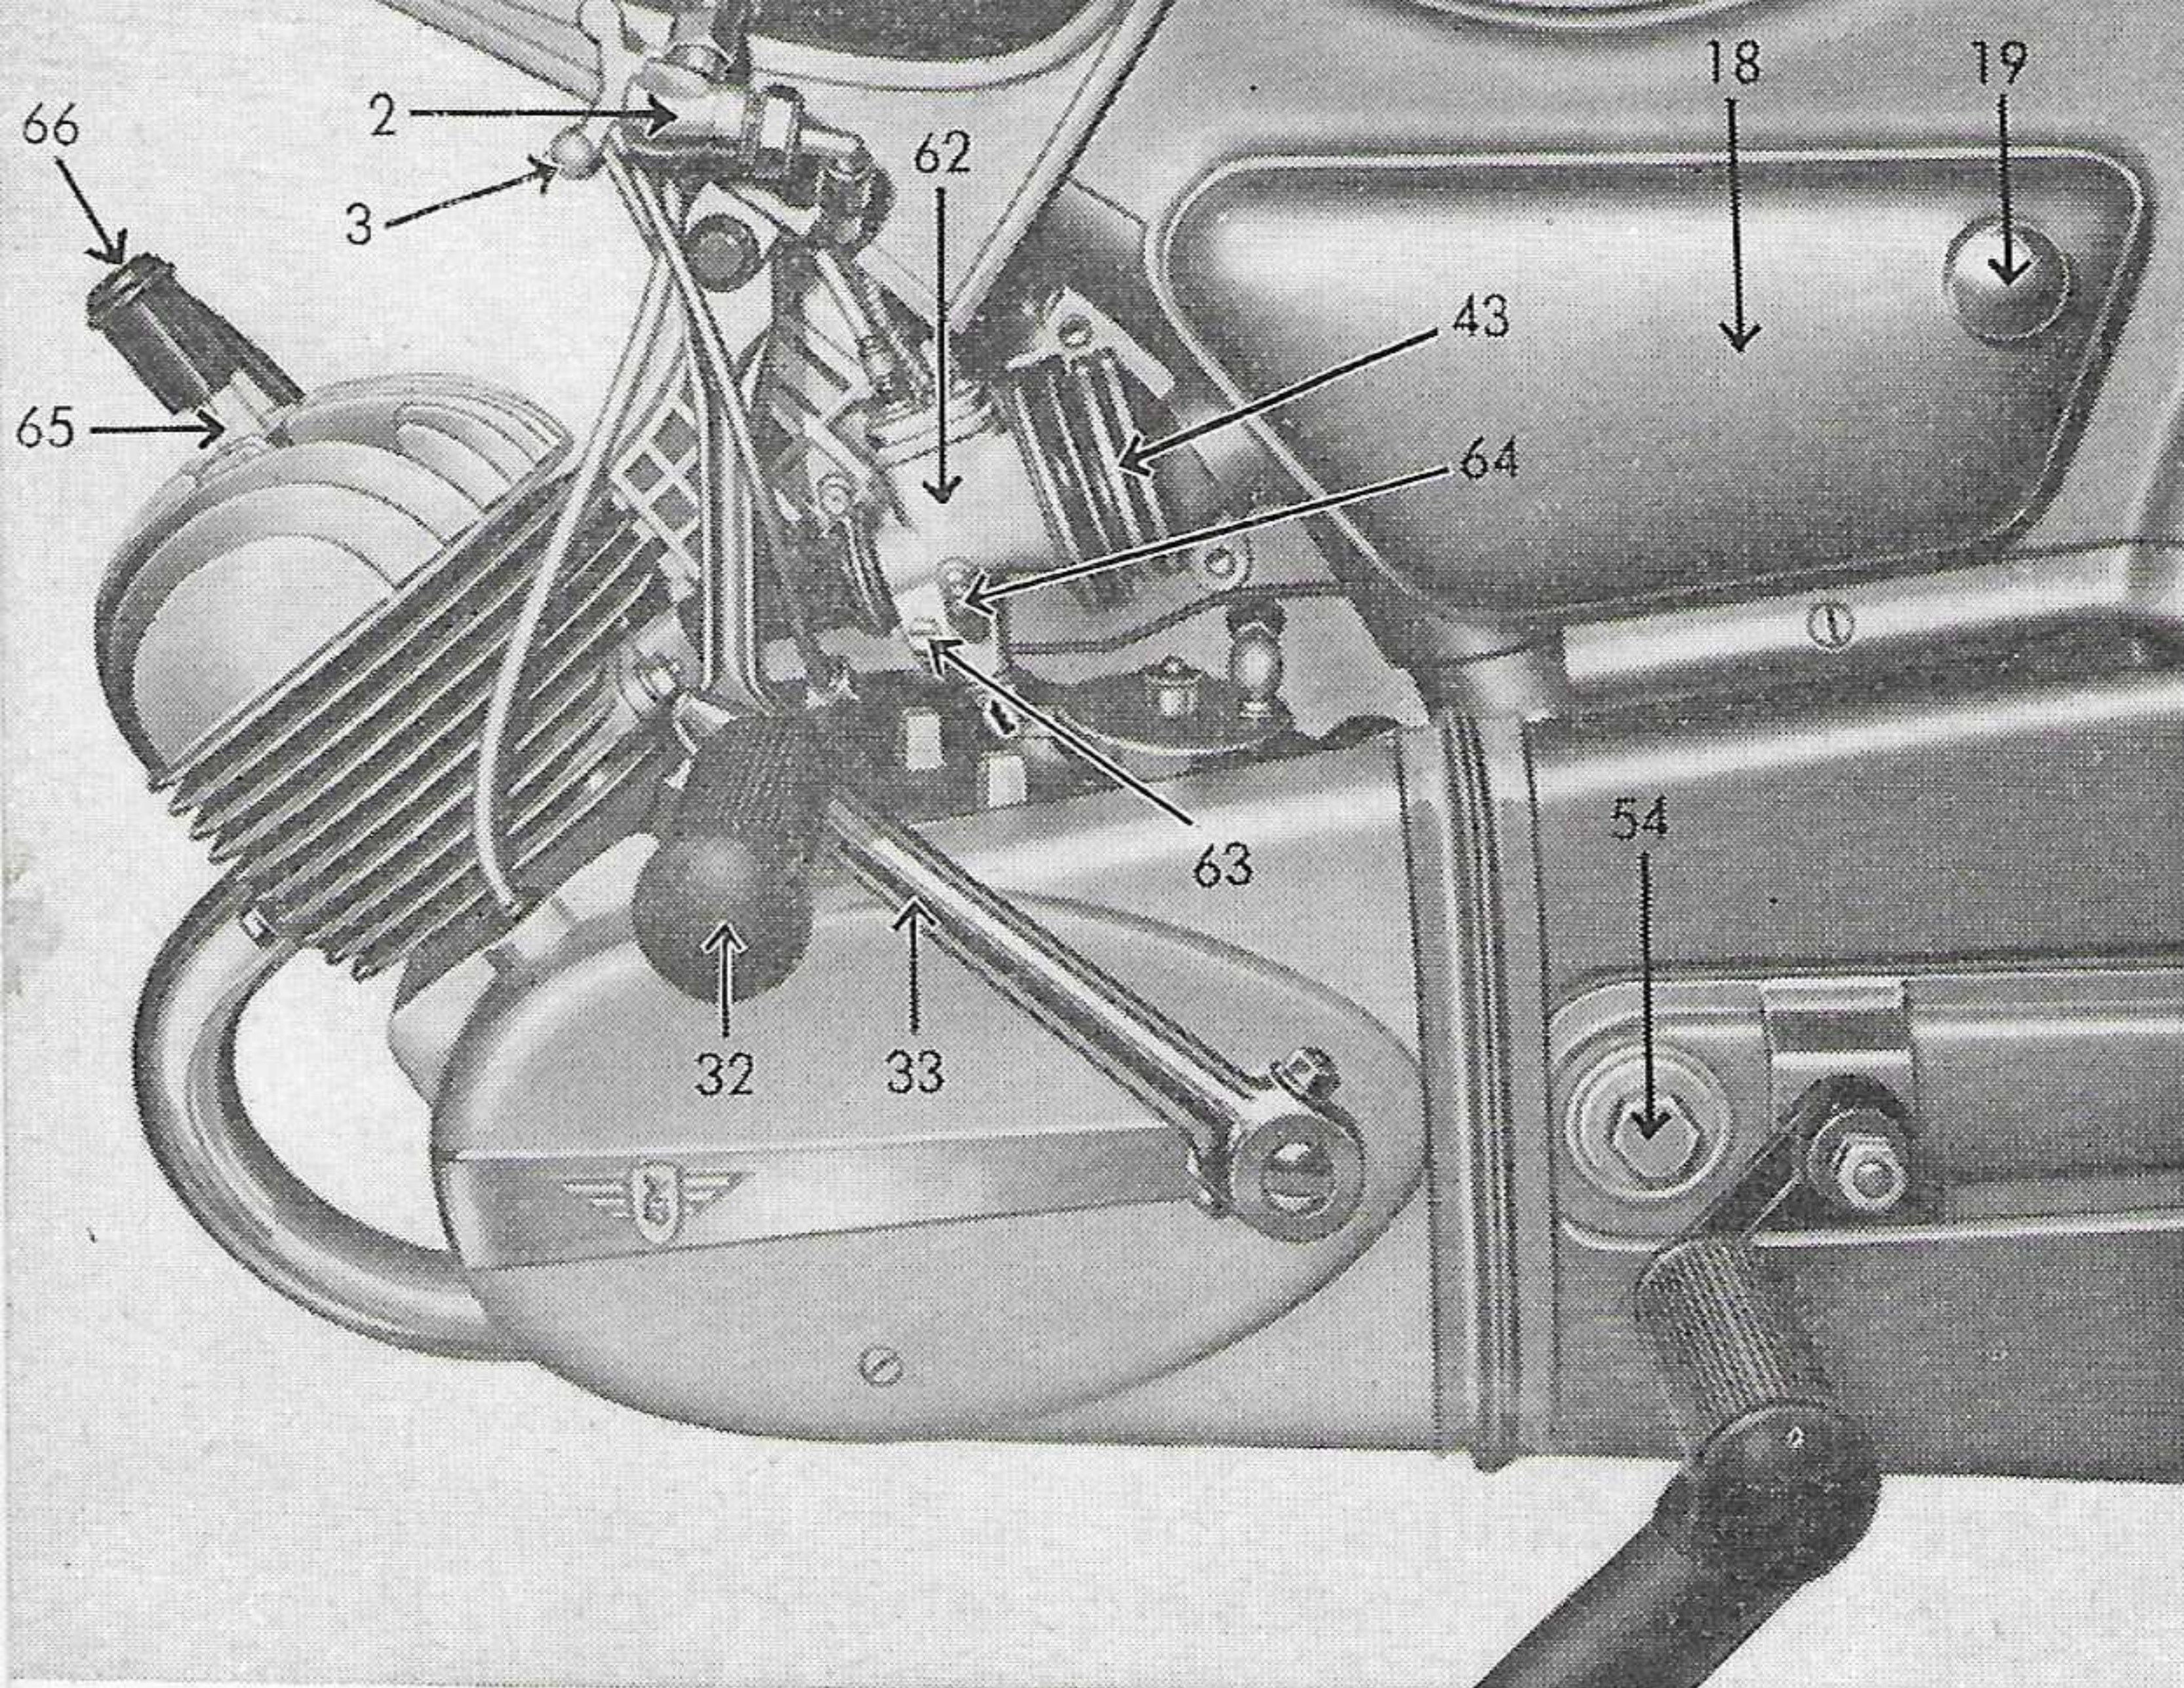

Bild 7
3. Der Tretbolzen 32 am Kickstarter 33 wird durch Umklappen in Startstellung gebracht (Bild 7), und der Kickstarter kräftig durchgetreten. Sollte der Motor nicht sofort anspringen, ist wiederholtes Durchtreten des Kickstarters 33 erforderlich. Nach dem Anspringen des Motors gibt man etwas mehr Gas, aber nicht zuviel, (insbesondere nicht bei kaltem Wetter), da sonst der Startschieber am Vergaser ganz geöffnet wird. Der Motor läuft nun im Leerlauf.
Zum Reinigen des Luftfilters wird an der linken Fahrzeugseite die durchbrochene Vergaserverkleidung 30 (Bild 1) sowie die anschließende Rahmenverkleidung 42 nach Lösen von je zwei Schrauben abgenommen. Das Luftfilter 43 (Bild 7) läßt sich dann ohne weiteres herausnehmen. Es wird dann in Kraftstoff gewaschen, getrocknet und in dünnes Motoröl getaucht. Überflüssiges Öl wird durch kräftige Schleuderbewegungen entfernt. Da ein schmutzfreies Luftfilter sich günstig auf die Leistung, den Kraftstoffverbrauch und die Lebensdauer des Motors auswirkt, sollte hierauf ein besonderes Augenmerk gelenkt werden.
64 soweit herausgedreht, bis der Motor gerade noch einwandfrei läuft. Normalerweise sind drei halbe Umdrehungen der Einstellschraube notwendig (Bild 7).
10. **Zündkerze** (Bild 7)